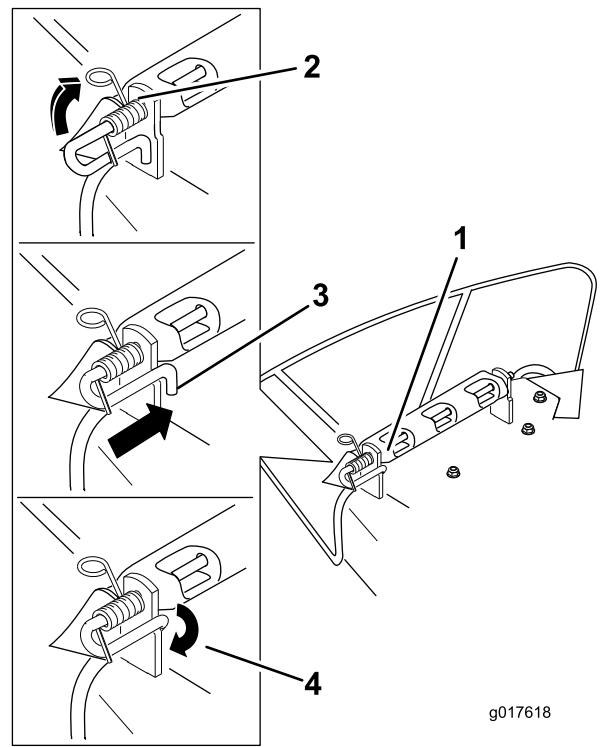

Figura 79
4. Coloque el nuevo deflector de descarga con los extremos de los soportes entre los soportes soldados de la carcasa, según se muestra en la Figura 79.
6. Coloque el muelle en la varilla como se muestra en la Figura 79, de manera que el extremo corto del muelle suba desde debajo de la varilla antes de la curva y pase por encima de la varilla después de la curva.
7. Levante el extremo del muelle que tiene bucle y colóquelo en la muesca del soporte del deflector (Figura 79).
8. Fije el conjunto de varilla y muelle torciéndolo de manera que el extremo corto de la varilla se coloque detrás del soporte delantero que está soldado a la carcasa (Figura 79).